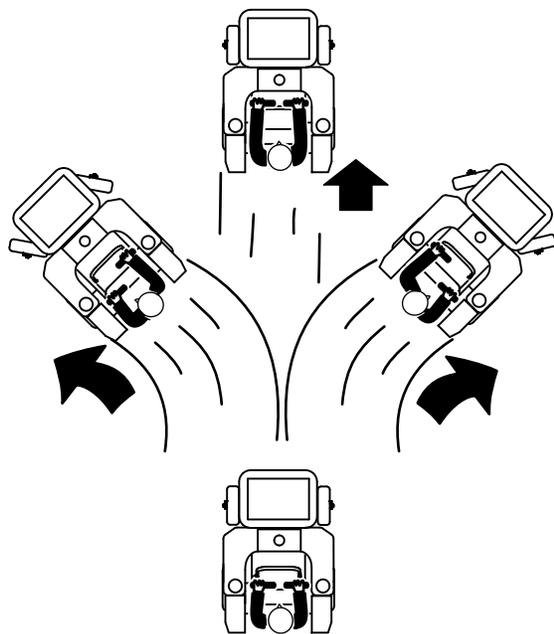

Figure 16
2. Poussez les leviers de commande de déplacement lentement en avant (Figure 16).